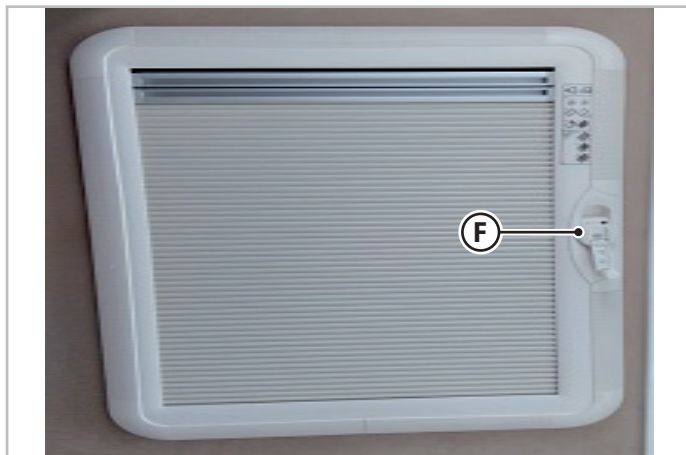

Fig.6.7 - Vipbart køøje - Type B
Vipbart køøje - Type B (Fig.6.7)
- Løft sikkerhedshåndtaget (**F** - Fig.6.7) og drej det mod uret for at løfte køøjet til den ønskede position.